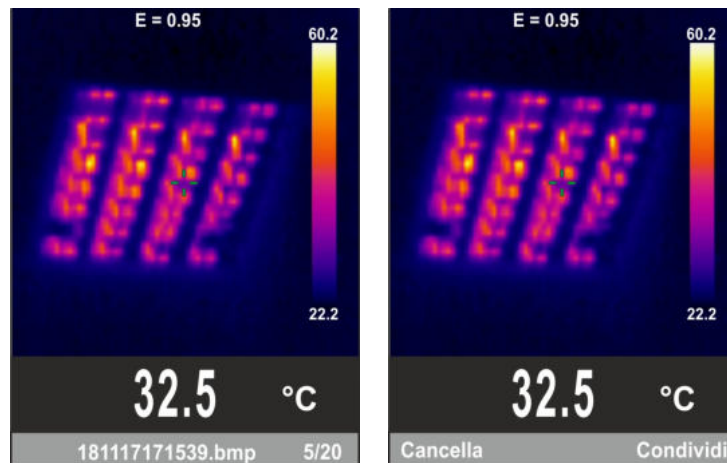

Fig. 7: Richiamo, cancellazione e condivisione dell'immagine a display
14. Usare i tasti ▲ o ▼ e il tasto **OK** per la selezione dell’opzione “Richiama foto”. La videata di Fig.7 – parte sinistra (corrispondenti all’ultima immagine salvata) è mostrata a display:
16. Per cancellare l'immagine premere il tasto trigger **T** sull'immagine richiamata. La videata di Fig.7 – parte destra è mostrata a display. Premere nuovamente il tasto **T** per uscire dalla funzione